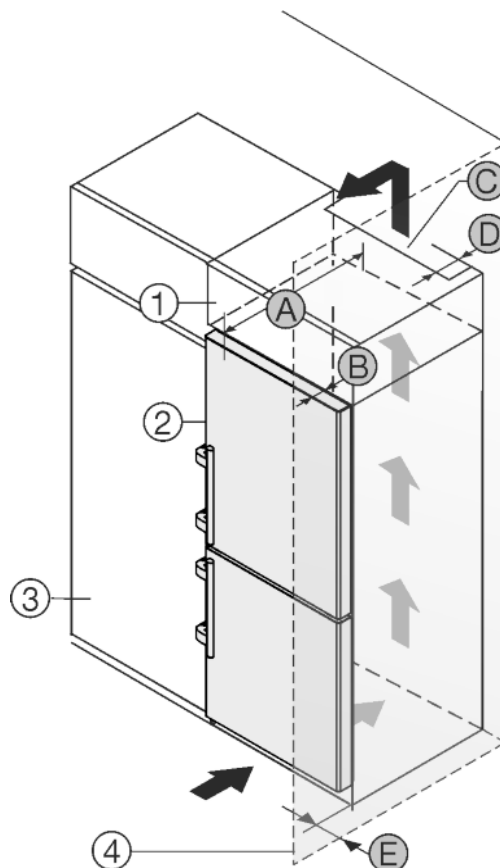

Fig. 13
Přístroj lze zabudovat do kuchyňských skříní. K vyrovnání přístroje *Fig. 13 (2)* na výšku kuchyňské linky lze na přístroj nasadit nástavec *Fig. 13 (1)*.
Přístroj lze instalovat přímo vedle kuchyňské skřínky *Fig. 13 (3)*. Aby bylo možné dvířka plně otevřít, musí přístroj přesahovat o hloubku *Fig. 13 (B)* vůči přední linii kuchyňské skřínky. V závislosti na hloubce kuchyňských linek a použití vymezovačů odstupů od stěny může přístroj vyčnívat dále.
Je-li přístroj ustaven přímo vedle kuchyňské linky *Fig. 13 (3)*, pak je nutná vzdálenost k přístroji min. 5 cm. Aby bylo možné dvířka plně otevřít, musí přístroj přesahovat o hloubku *Fig. 13 (B)* vůči přední linii kuchyňské skřínky. V závislosti na hloubce kuchyňských linek a použití vymezovačů odstupů od stěny může přístroj vyčnívat dále.
- Na zadní straně nástavné skřínky musí být větrací šachta hluboká *Fig. 13 (D)* přes celou šířku nástavné skřínky.
- Pod stropem místnosti musí být dodržen ventilační průřez *Fig. 13 (C)*.
Pokud je přístroj se závěsy instalován vedle stěny *Fig. 13 (4)*, musí být dodržena vzdálenost *Fig. 13 (E)* mezi přístrojem a stěnou. To odpovídá přesahu madla při otevřených dveřích.